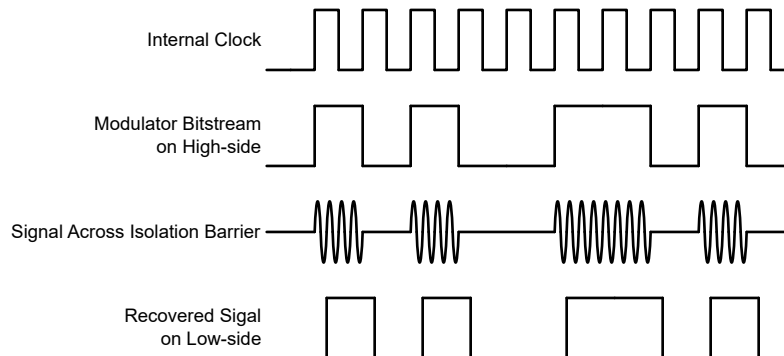

図 7-1. OOK ベースの変調方式
図 7-1 に示されているように、AMC0x30R-Q1 は、オン / オフ キーイング (OOK) 変調方式を使用して、変調器の出力ビットストリームを、SiO2 ベースの絶縁膜間で伝送します。送信ドライバ (TX) をに 機能ブロック図 示します。TX は、内部で生成された高周波キャリアを絶縁バリア越しに送信し、デジタル 1 を表現します。ただし、TX はデジタル 0 を表す信号を送信しません。AMC0x30R-Q1 で使用されるキャリアの公称周波数は 480MHz です。